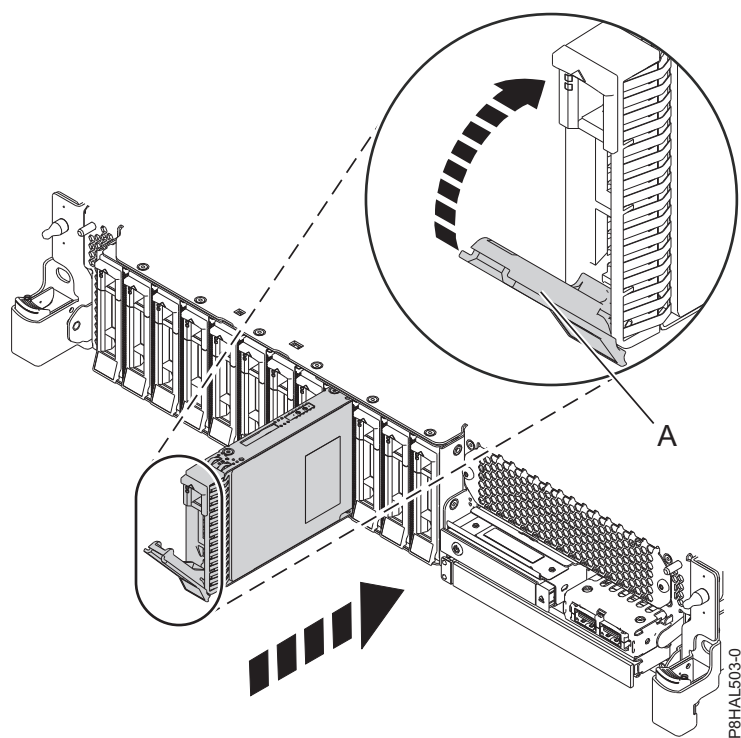
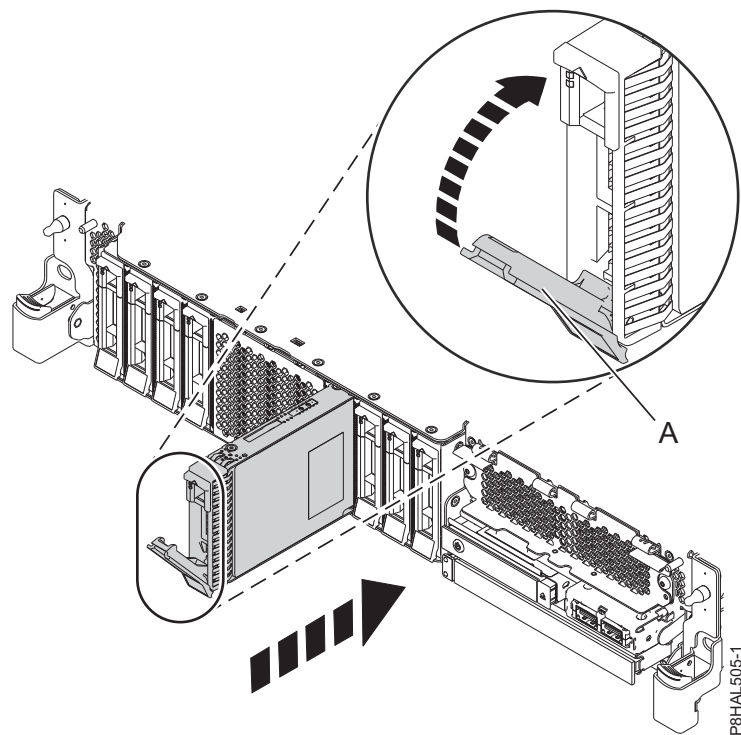

Figura 13. Instal·lació d'una unitat de disc al sistema de funció bàsica
Figura 14. Instal·lació d'una unitat de disc en un sistema de funció expandida
4. Desbloquegeu la nansa del compartiment d'unitats **(A)** prement-la i estirant-la cap a vosaltres. Si la nansa no s'estén del tot, la unitat no podrà lliscar en el sistema. Consulteu Figura 13 a la pàgina 18 i Figura 14 a la pàgina 18.
8. Quan el LED d'identificació es torni sòlid, moveu la unitat fins al fons del sistema i pressioneu la nansa de la portadora d'unitats **(A)** fins que quedi bloquejada, tal com es mostra a la figura següent. Figura 13 a la pàgina 18 i Figura 14 a la pàgina 18.